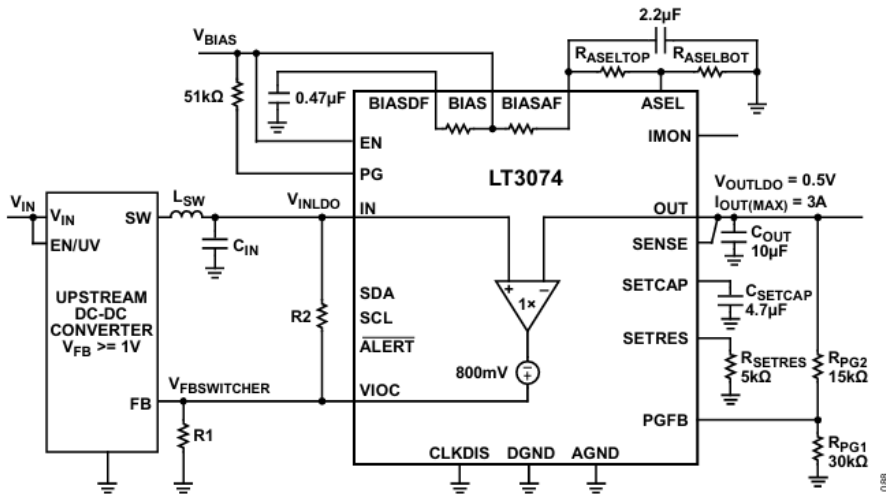

図 88. 基本的な VIOC 動作
VIOC ピンは、上流のスイッチング・コンバータを制御して、LDO の出力電圧に関係なく、LT3074 の両端電圧を一定に保ちます。これにより、PSRR 性能を維持しながら最大限の効率が得られます。VIOC ピンは高速アンプの出力であり、電圧値は  $(V_{IN} - V_{OUT}) + 800mV$  です。図 88 に示すように、VIOC 機能は簡単に使用できます。フィードバック電圧  $V_{FB} \geq 1V$  のスイッチング・コンバータの場合は、上流のスイッチング・コンバータのフィードバック (FB) ピンに VIOC ピンを接続します。これにより、LT3074 の入出力間電圧差が、スイッチング・コンバータのフィードバック電圧より 800mV 低い値にレギュレーションされます。複数の LT3074 を並列に接続する場合、1 つの LT3074 デバイスの VIOC ピンをスイッチング・コンバータの FB ピンに接続し、他の VIOC ピンはすべてフローティング状態にします。LT3074 がオフになると、 $V_{INLDO}$  が  $V_{FBSWITCHER} \times (R1 + R2)/R1$  で設定された電圧に固定されます。